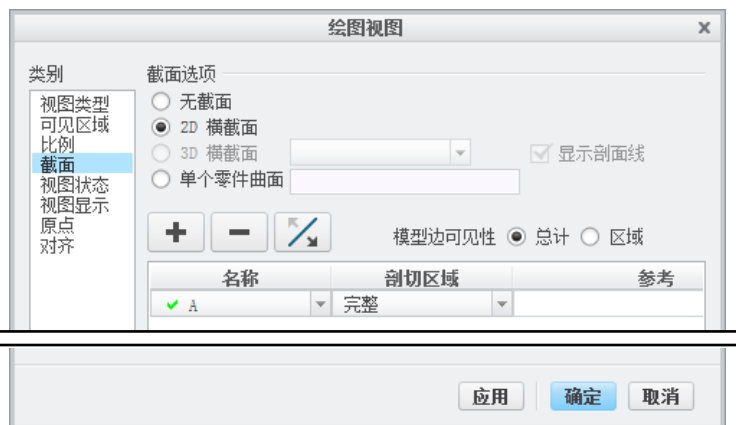

图 3.8.12 “绘图视图”对话框
Step4. 双击上一步创建的投影视图，系统弹出图 3.8.12 所示的“绘图视图”对话框。
(1) 在图 3.8.12 所示的对话框中选取 **类别** 区域中的 **截面** 选项。
(2) 将 **截面选项** 设置为 ☒ 2D 横截面，然后单击 按钮。
(3) 将 **模型边可见性** 设置为 ☒ 总计。
(4) 在 **名称** 下拉列表选取剖截面 A (A 剖截面在零件模块中已提前创建)，在 **剖切区域** 下拉列表选取 **完整** 选项。
(5) 单击对话框中的 确定 按钮，关闭对话框。